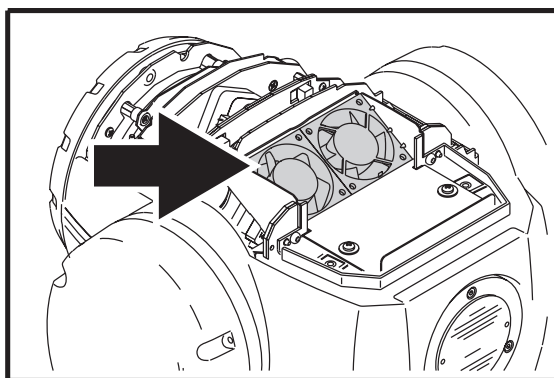

Bild 12: Kopflüfter
- 6 Reinigen Sie beide Lüfter und Lüftungsgitter im Kopf (siehe Bild 12) mit einem Pinsel und einem Staubsauger.